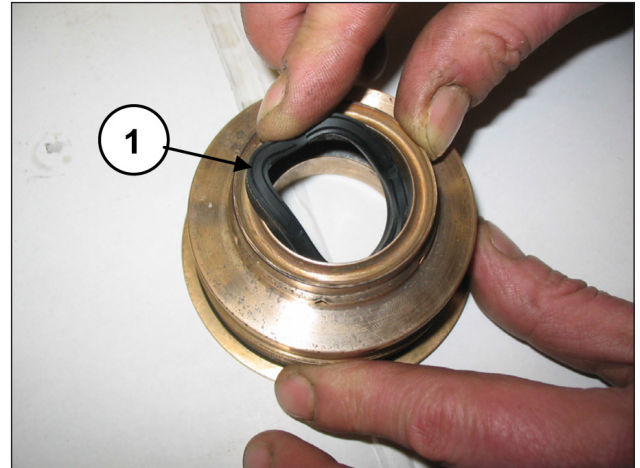

Fig. 149
Insérer le joint de basse pression dans le support du joint (rep. ①, Fig. 149) en contrôlant le sens de montage qui prévoit que la lèvre d'étanchéité soit tournée en avant (vers la tête).